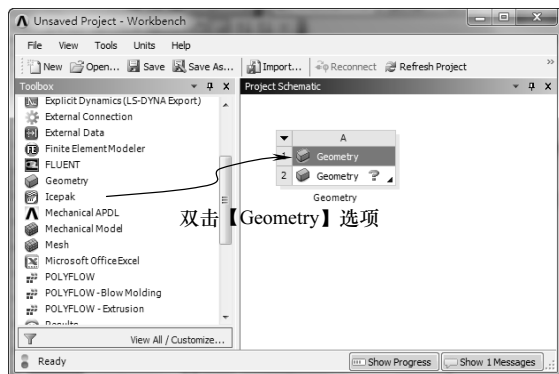

图 11-21 创建分析项目 A
3) 双击【Toolbox (工具箱)】中【Component Systems】下的【Geometry】选项，即可在【Project Schematic (项目管理区)】创建分析项目 A，如图 11-21 所示。